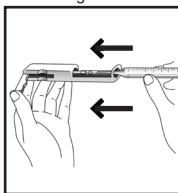

Figure 5
5. Lift the control bar and insert the Titret assembly into the Titrettor (fig. 5).